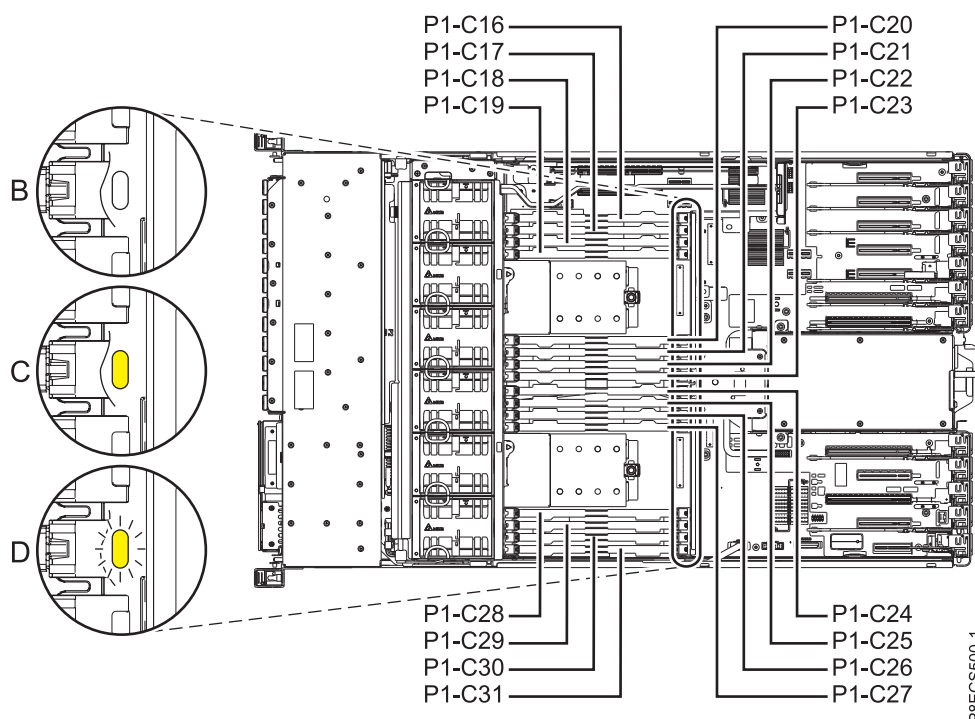

Figura 9. LED per a un mòdul de memòria en funcionament o que ha fallat
- f. Verifiqueu que el LED de color ambre del mòdul de memòria substituït estigui **Off** (desactivat) tal com mostra (B) a la Figura 9.